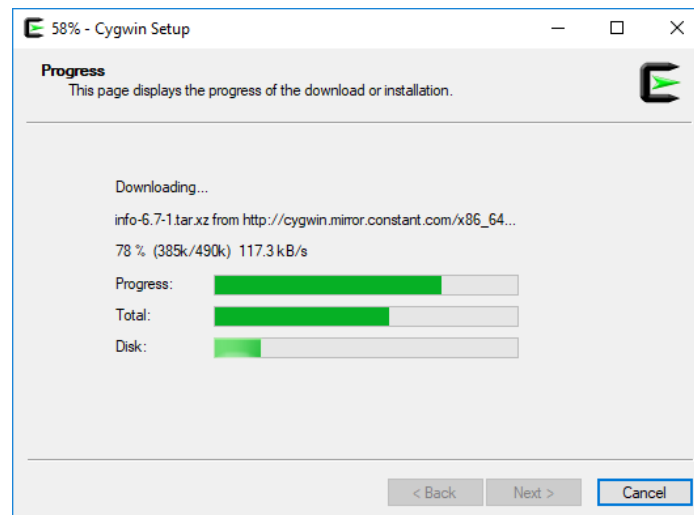
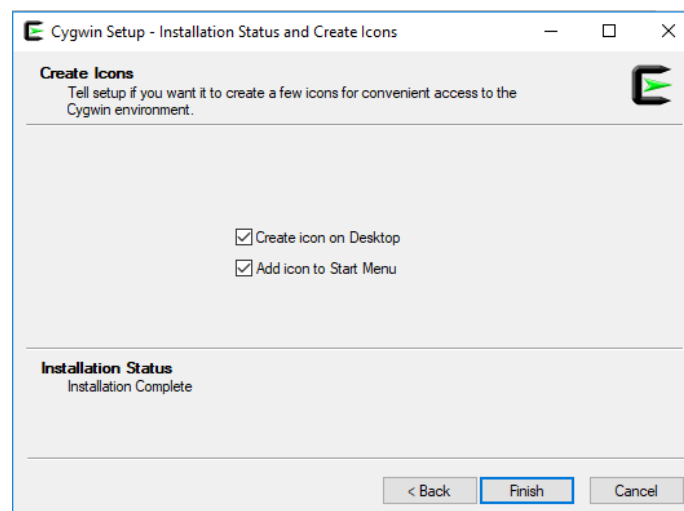

Figura 108. Configuración de Cygwin
Figura 109. Finalización de la instalación
5. Una vez que haya seleccionado los nueve paquetes, haga clic en **Siguiente** en las ventanas subsiguientes para incluir estos paquetes en su instalación de Cygwin (el proceso de instalación, ver Figura 108, puede tardar varios minutos) y finalice la instalación haciendo clic en Finalizar (Figura 109).